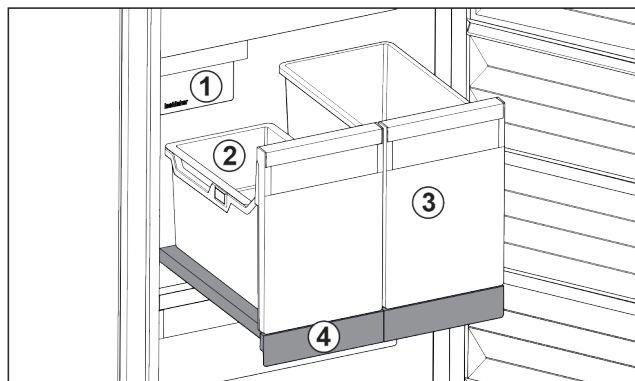

Fig. 93 Utdragshylla med IceTower
- (1) IceMaker
- (2) Hängande fack för istärningar
- (3) Behållare för t.ex. pizza, alkoholhaltiga drycker
- (4) Utdragshylla
Det finns två stora behållare på utdragshyllan (IceTower). I behållaren Fig. 93 (2) lagras och samlas istärningar från IceMaker. Behållaren Fig. 93 (3) är avsedd för förvaring av höga livsmedel som pizzor eller alkoholhaltiga drycker.